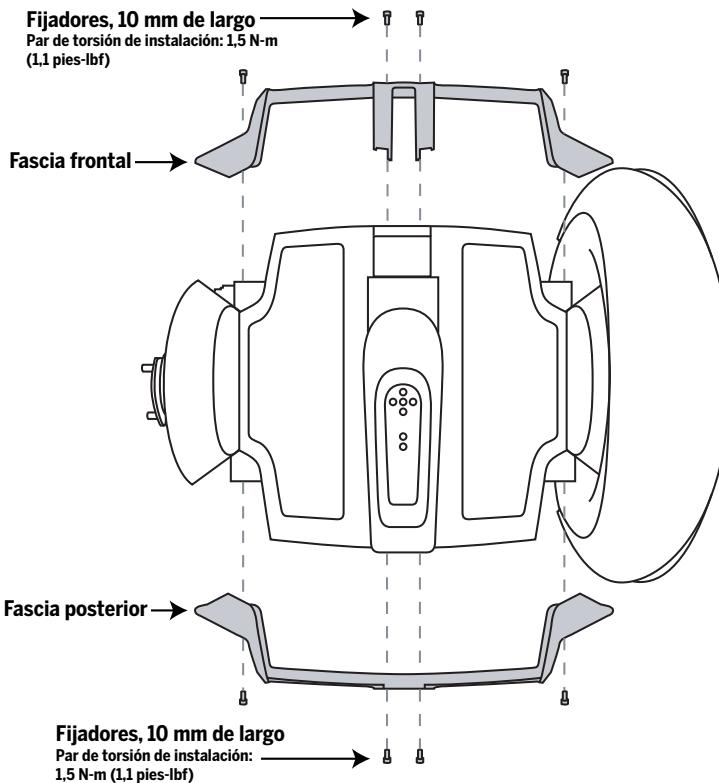

Figura 3. Cómo desmontar o instalar el Fascia
7. Una vez que haya sacado la rueda y el guardabarros, quite los (4) fijadores de el Fascia con una llave hexagonal de 4 mm. Consulte la figura 3.
9. Para volver a colocar el Fascia, introduzca los (4) fijadores de 10 mm de largo (que se incluyen en el kit) en el fascia. Con una llave hexagonal de 4 mm, apriete las tuercas aplicando 1,5 N·m (1,1 pies-lbf). Consulte la figura 3.